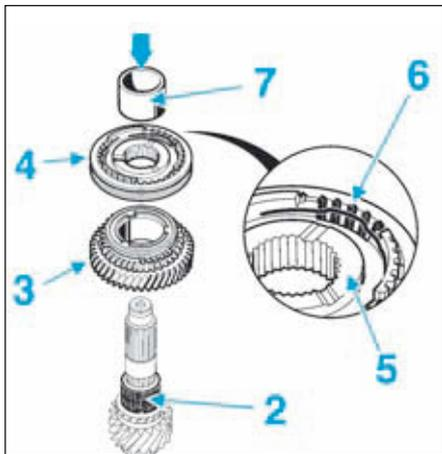

FIG.36
- Mettre en place la cage à aiguilles (2) (Fig.36).
- Reposer le pignon fou de 3° (3) muni de sa synchronisation triple cônes.
- Reposer le moyeu baladeur de 3°/4° (4) à l'aide d'un mandrin de diamètre approprié indice "N".
- Reposer la bague sous pignon fou de 4° (7) à l'aide d'un mandrin de diamètre approprié indice "N" et appliquer une pression de 5 tonnes avec la presse d'atelier.